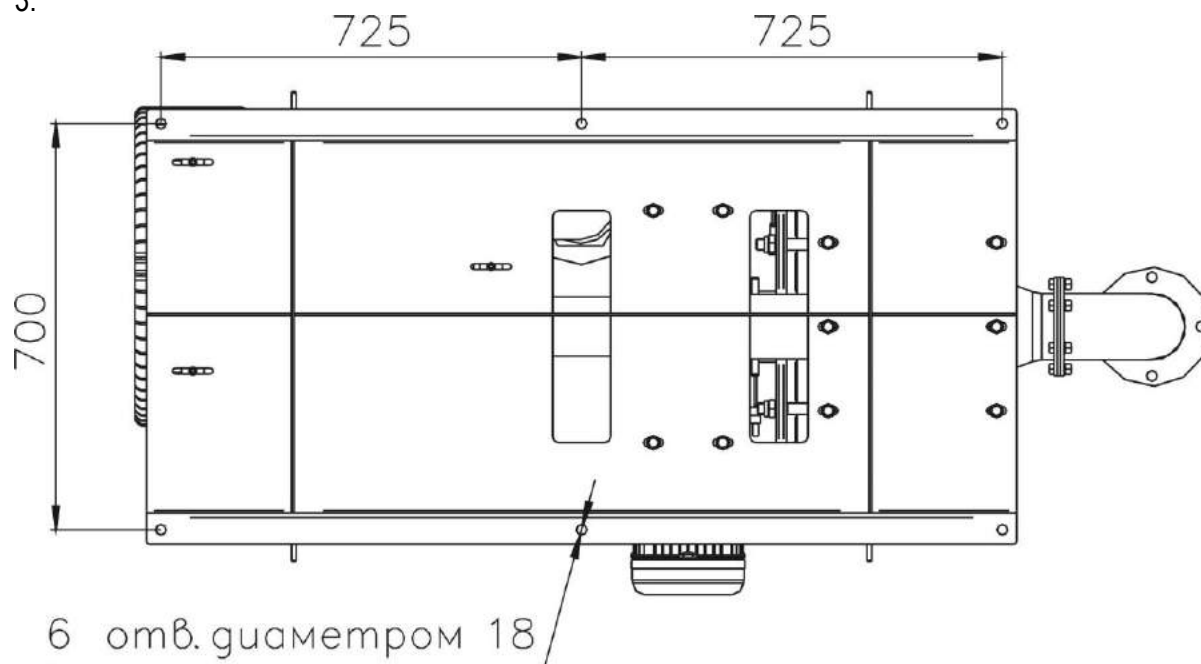

Рис. 6
1. Установить и закрепить на заранее подготовленном фундаменте площадку-основание изделия. Площадку-основание необходимо крепить согласно схеме анкерования (Рис. 6) фундаментными болтами ГОСТ 24379.0-80 диаметром 16 мм;